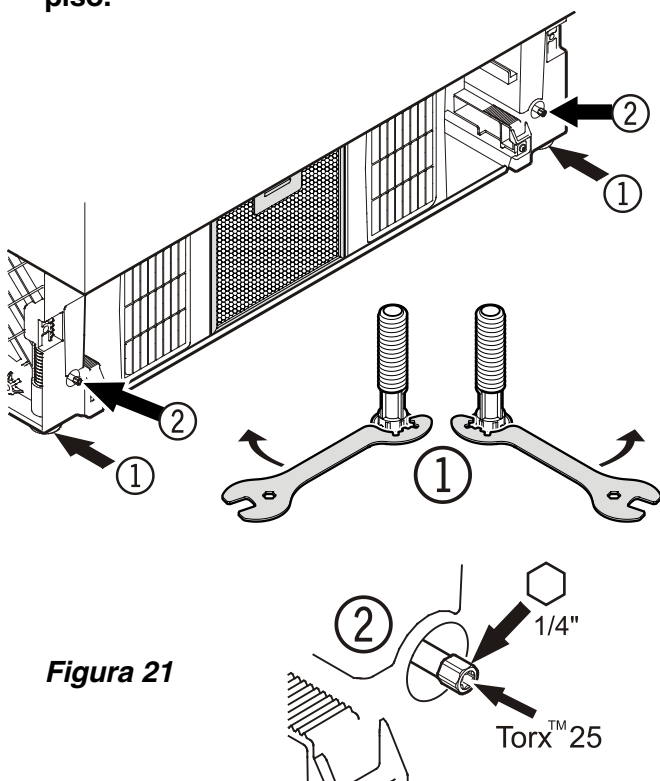

Figura 21
## Nivelación del aparato - Figura 21
1. La altura puede ajustarse en la parte delantera haciendo girar las patas de regulación ①. Utilizar la llave de boca provista. Gire la llave en sentido antihorario para elevar la parte delantera del aparato y en sentido horario para bajarla. Ubique la llave como corresponda (Figura 21 - ①).
2. La altura puede ajustarse en la parte trasera mediante las barras de ajuste ②. Utilice una llave de tubo de 1/4" o la llave Torx 25 incluida.
3. Haga girar las patas de regulación ① firmemente en su lugar contra el suelo.